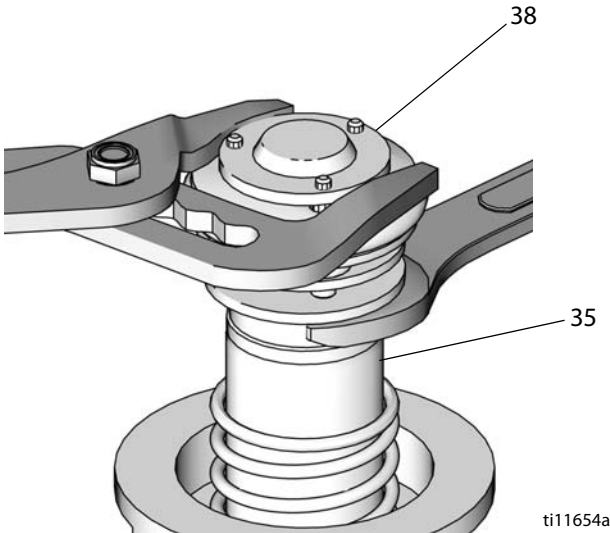
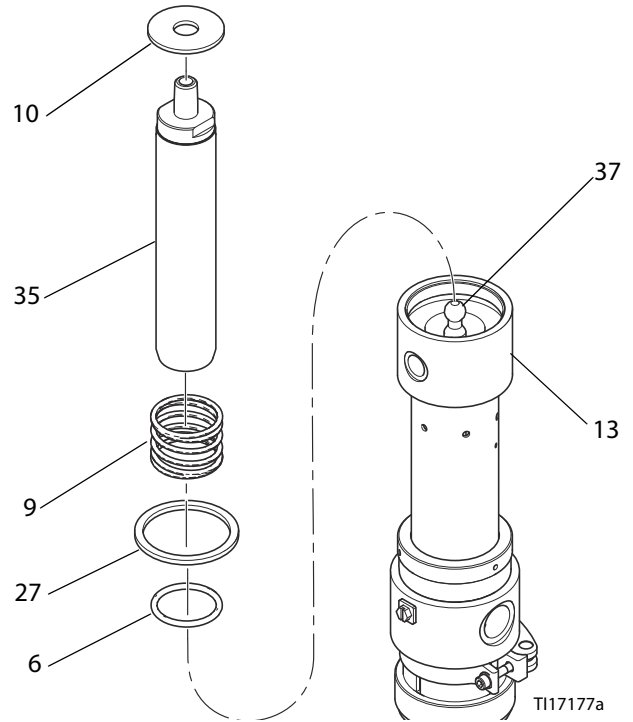

Рис. 11
Рис. 13
3. Чтобы отвинтить поршень воздушного клапана от штока поршня, возьмитесь плоскогубцами за верхнюю пластину поршня (38) воздушного клапана, а гаечным ключом – за шток (35) поршня. См. раздел Рис. 11.
4. Снимите шайбу (10), нижнюю пружину (9) и прокладку (27). Осмотрите, убедитесь в отсутствии признаков износа или повреждений и при необходимости замените. См. раздел Рис. 13.
1. Обрато установите уплотнительное кольцо (6). Обрато соедините шток поршня (35) и соединительный шток насоса (37). См. раздел Рис. 13.
2. Обрато установите прокладку (11), пружину (9) и шайбу (10). Обрато соберите поршень (38). Нанесите резьбовой герметик на резьбу штока поршня (35) и аккуратно навинтите поршень (38) на шток. См. Рис. 11 и Рис. 13.